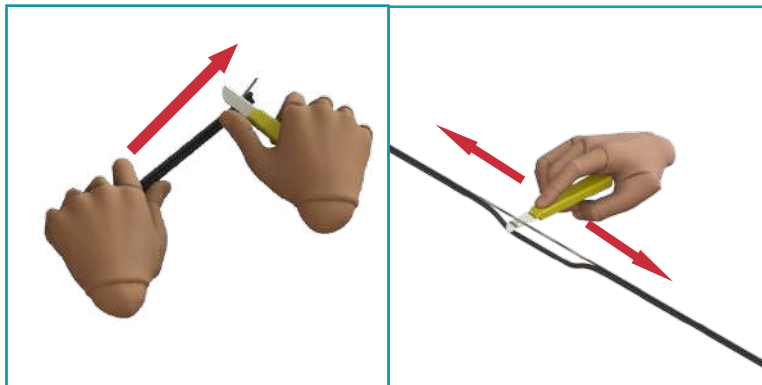

Imagen 7: Desforre de cable
1.- Desforre del mensajero: Sujete la parte del cable que desea desforrar con la mano izquierda, con ayuda de un cutter o navaja con la mano derecha retire la cubierta al cable mensajero (imagen 7)*. Es necesario desforrar mínimo 2.5 metros para los postes de tensión y 1 metro para los de suspensión,